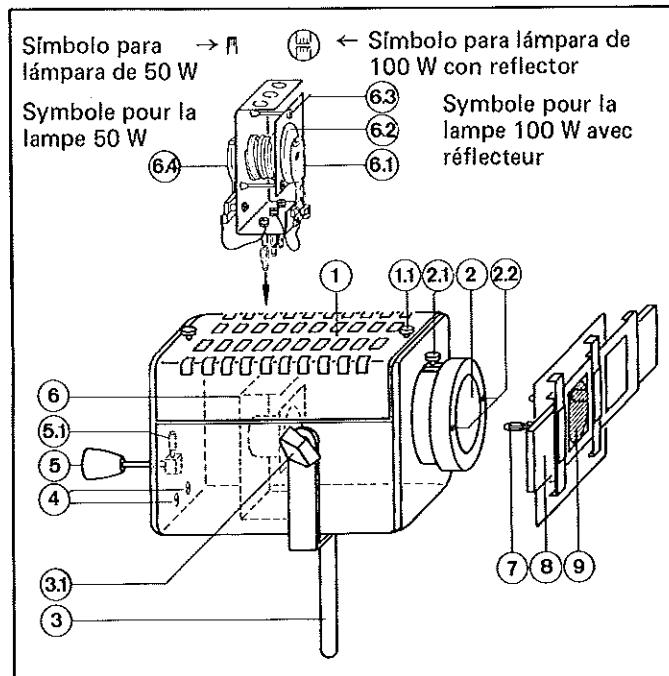

Fig. 1
- ⑥ Portalámparas doble utilizable en la caja por medio de 3 clavijas de enchufe de forma que a elección puede funcionar la lámpara (6.1) ó la (6.4):
- (6.1) Lámpara de halógeno de 100 W (450 63 ó 67 no contenida en el suministro) con filamento ancho que, en combinación con su imagen especular real, forma una superficie luminosa casi cuadrada (véase croquis en la fig. 1)
- (6.4) Lámpara de halógeno de 50 W (450 68 no contenida en el suministro) con filamento estrecho (véase croquis en la fig. 1); delante de un fondo sin reflexión.